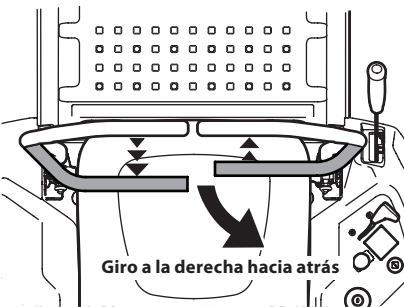

Figura 33
2. Para girar a la derecha mientras se desplaza marcha atrás, mueva la palanca de control del lado derecho hacia adelante respecto de la palanca de control de la transmisión izquierda. Consulte la Figura 33.